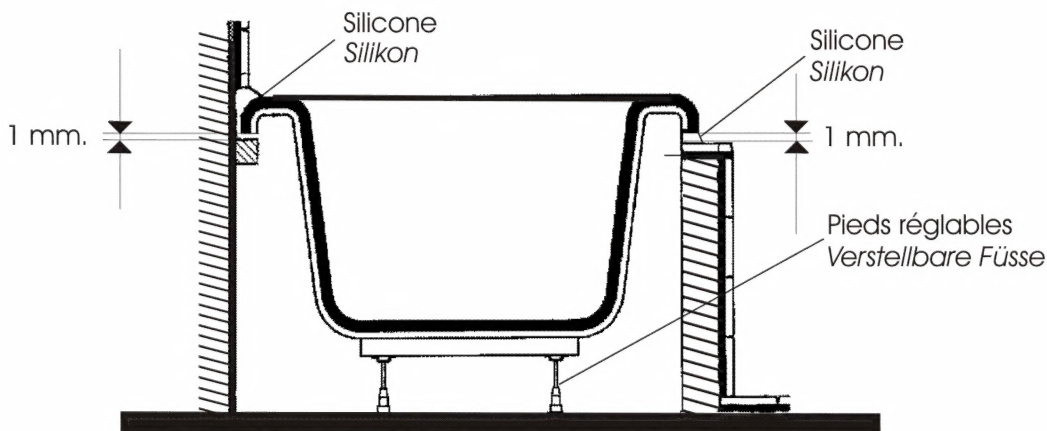

Fig. 1
- Installer des lattes ou supports contre les murs au niveau : -1 mm. au dessous de la baignoire de façon à lui laisser du jeu ( fig.1). En aucun cas, la baignoire ne doit prendre appui sur ses lattes, elle doit reposer sur ses pieds. Ceci est également valable pour le reste de l'entourage éventuellement réalisé en maçonnerie.
- Die Stützen unter der Badewanne an der Wand so fixieren, dass ein wenig Spiel bleibt , 1mm, ( Fig.1). Wanne auf keinen Fall auf die Stützen stellen, sie muss auf ihren Füßen stehen. Dies gilt auch für alle anderen Maurerarbeiten.